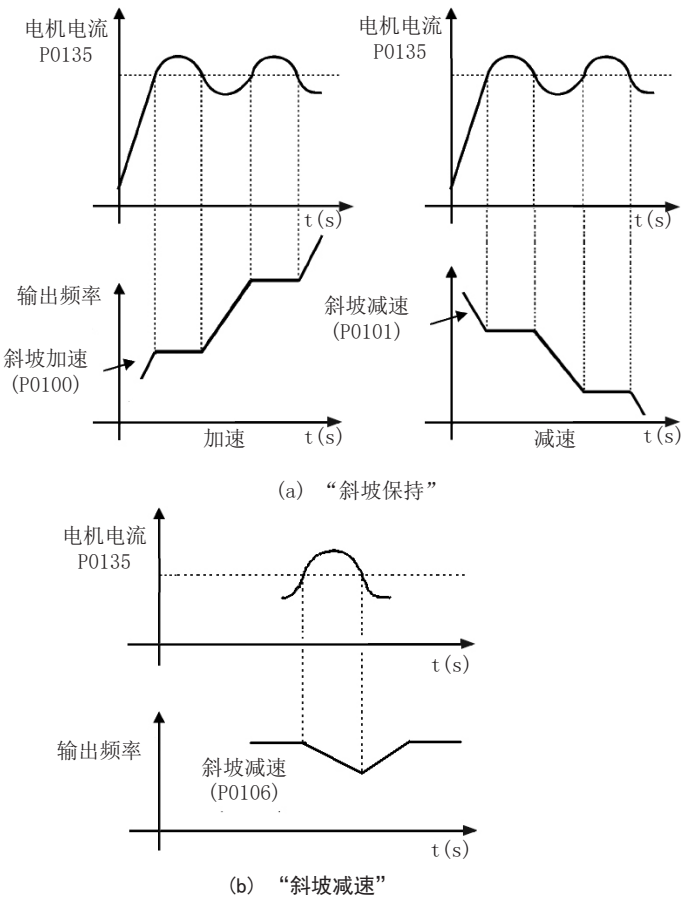

图9.9: (a) 和 (b) 通过P0135限流的动作模式
- 启动：测量直流母线电压（P0004）并与 P0151 中设置的值进行比较；这些信号之间的差异（误差）乘以比例增益（P0152）；然后将结果添加到斜坡输出，如图9.7（第9-11页）和图9.9（第9-12页）。
- 动作：如果在加速或减速过程中电机电流超过了P0135的设定值，那么速度将不会继续增大或减小。当电机电流达到低于P0135的值时，电机将再次加速或减速。请参阅图9.9（第9-12页）。
- 动作：如果在加速或减速过程中电机电流超过了P0135的设定值，那么速度斜坡输入端将会被强制置为空值，从而强制电机减速。当电机电流达到低于P0135的值时，电机将再次加速。请参见图9.9（第9-12页）。
激活斜坡保持和减速斜坡模式电流限制的电流水平，分别如图9.9（第9-12页）所示。